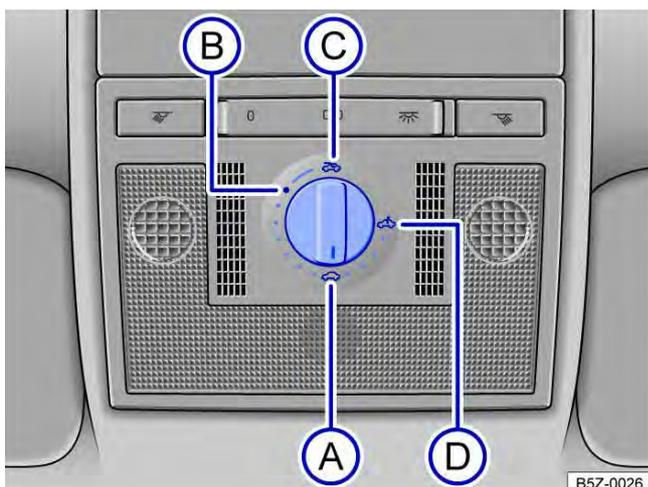

Fig. 62 No revestimento do teto: interruptor rotativo do teto solar.
Girar o interruptor rotativo → **Fig. 62** para a posição desejada para regular as seguintes posições do teto solar:
- Girar o interruptor rotativo para a posição → Fig. 62 (A) e puxar para baixo na área posterior, até que o teto solar esteja completamente fechado.